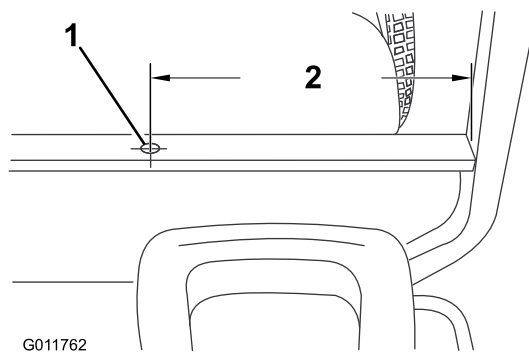

**Figura 26**
6. Installate due fermagli a J sulla consolle centrale nei punti indicati in Figura 26 usando le viti esistenti.